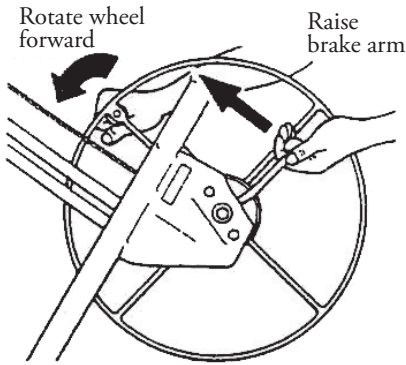

Bild. 3
- Håll vinschhjulet och bromsarmen enligt Bild 3. Roter vinschhjulet framåt lite medan du höjer bromsarmen för att frigöra bromsen.